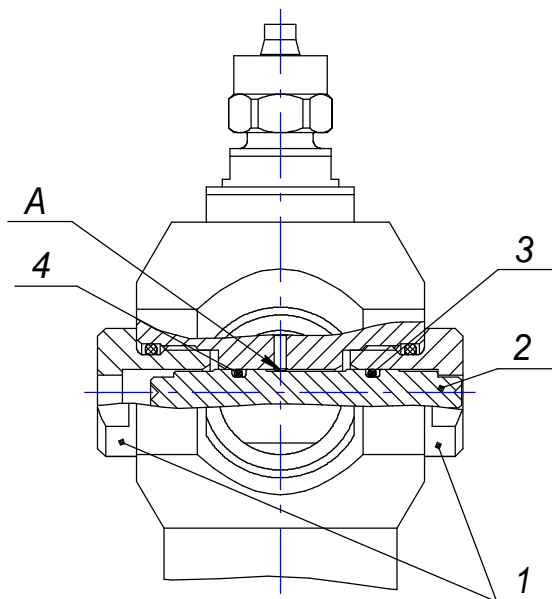

Рисунок 4 – Помпа П-0,25М в разрезе (узел золотника)
- выкрутить гильзы (рис. 4, поз. 1);
- аккуратно завести золотник стороной без уплотнительного кольца в корпус помпы на глубину, при которой установленное кольцо не дойдет до отверстия «А» (см. рис. 4);
ВНИМАНИЕ! При замене уплотнительных колец (рис. 4, поз. 3, 4) золотника (поз. 2) переход колец через отверстие «А» не допустим.